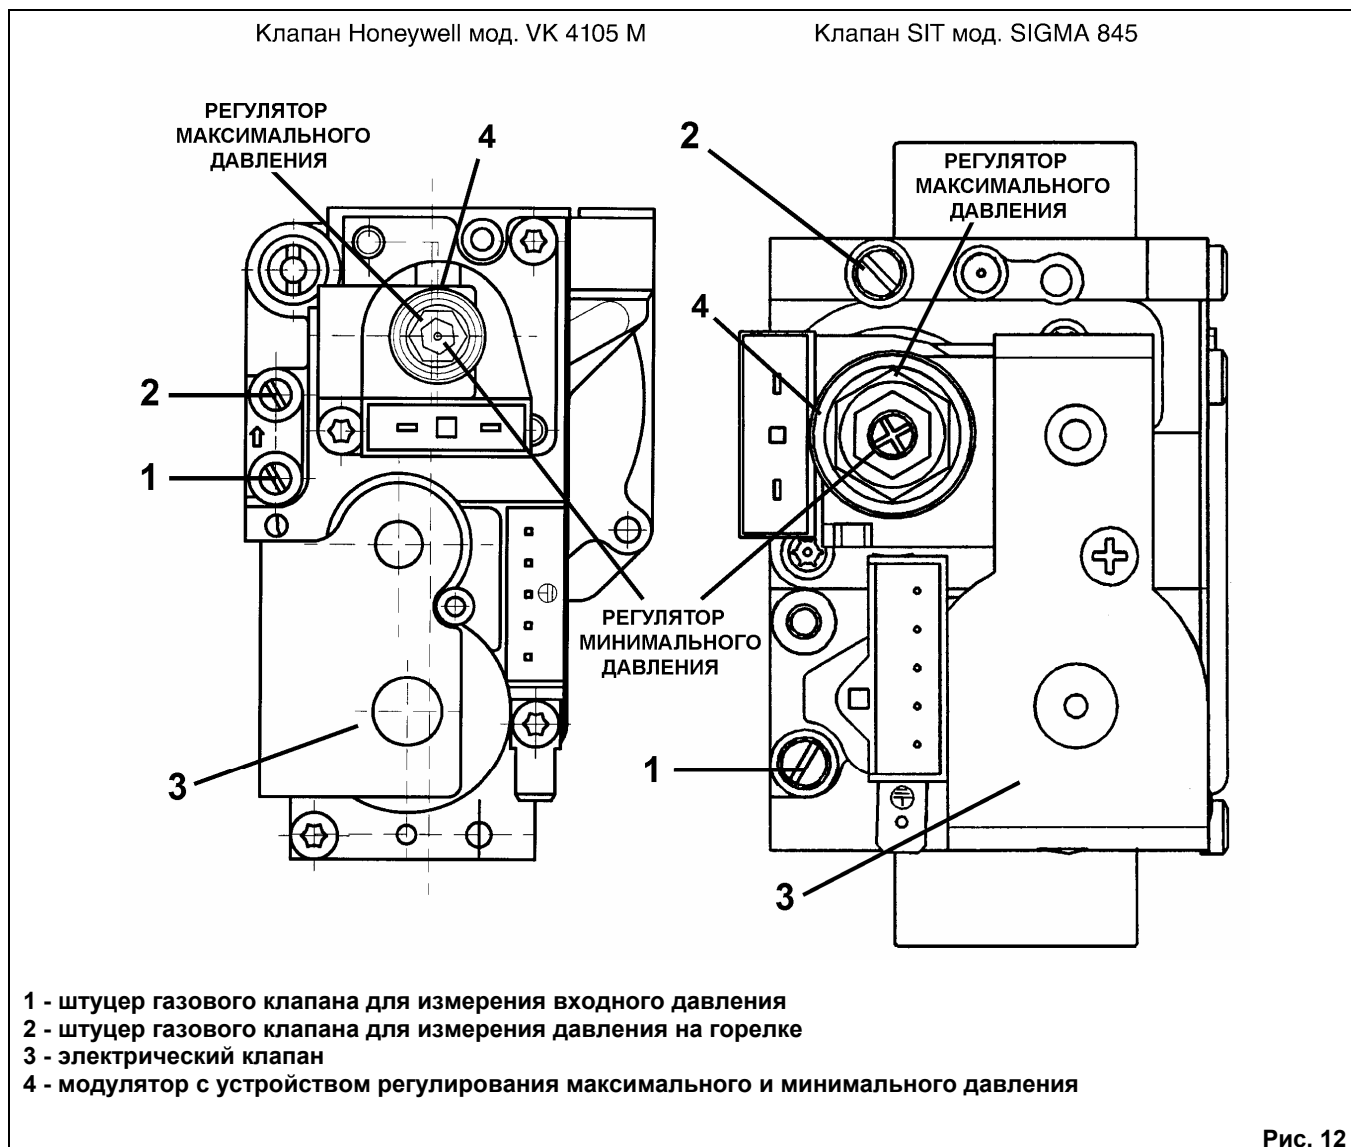
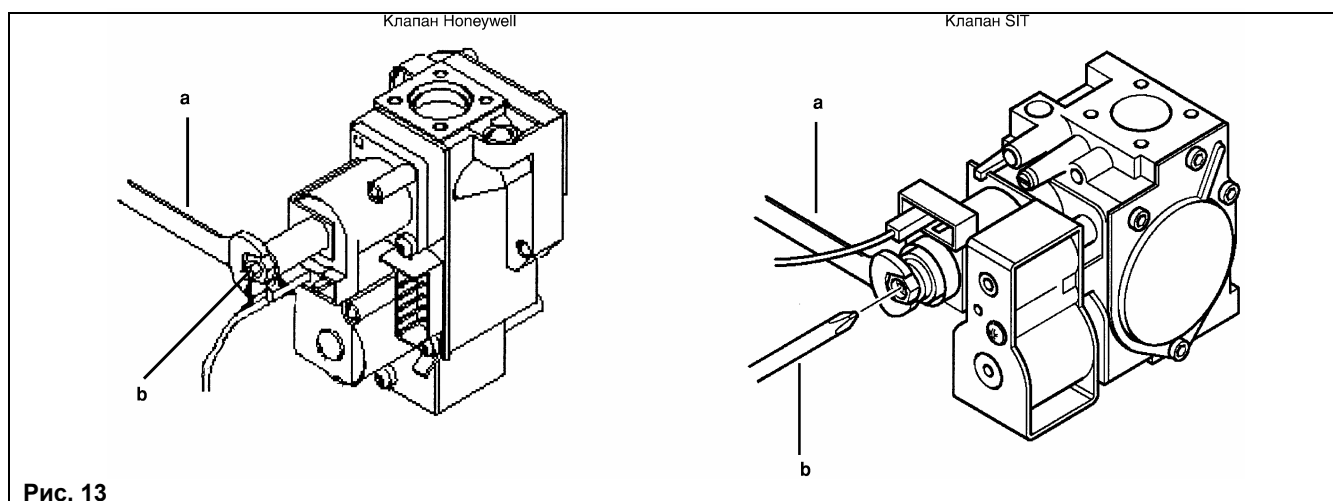

Рис. 12
Рис. 13
- Открутить винт на штуцере 2 (рис. 12) и присоединить к штуцеру 2 манометр.
- Проверить динамическое входное давление газа (штуцер 2, рис.12). Номинальные давления: 20 мбар для природного газа, 30 мбар для бутана, 37 мбар для пропана.
- Открутить винт на штуцере 1 (рис. 12) и присоединить к штуцеру 1 манометр.
- Проверить давление газа на горелке согласно таблице 1 для соответствующей модели котла и соответствующего типа газа. При необходимости снять крышку модулятора (позиция 4, рис.12) и поворачивать латунный винт (винт а, рис.13) до достижения давления, указанного в таблице 1 для соответствующей модели котла и соответствующего типа газа.
- Отсоединить провод питания модулятора. Котел перейдет в режим минимальной мощности. Проверить давление газа на горелке согласно таблице 1 для соответствующей модели котла и соответствующего типа газа. При необходимости и поворачивать винт (винт b, рис.13) до достижения давления, указанного в таблице 1 для соответствующей модели котла и соответствующего типа газа.